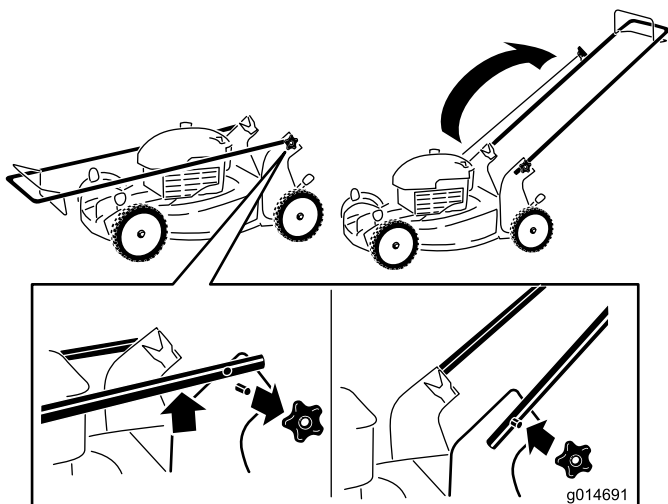

Figura 3
1. Retire los pomos del manillar de la carcasa del cortacésped (Figura 3).
3. Instale y apriete los pomos del manillar que retiró en el paso 1 (Figura 3)